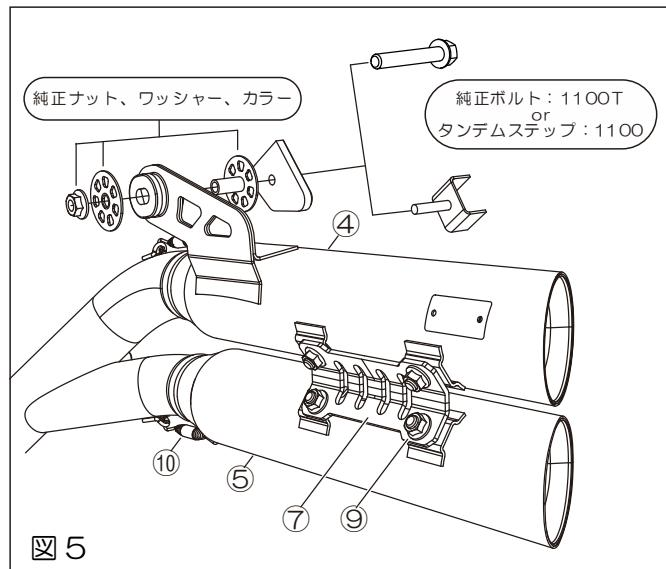

図5
- ③ サイレンサーUPPER、サイレンサーLOWER をサイレンサージョイントブラケット（構成部品⑦）、フランジナット M8（構成部品⑨）を使用して仮止めします。（図5 参照）
- ④ 先に組み立てたサイレンサーへ[純正カラー]を挿入、サイレンサーをテールパイプへ差し込み、[※純正タンデムステップ、ワッシャー、ナット]を使用して仮止めし、スプリングショート（構成部品⑩）を使用して固定します。（図5 参照）